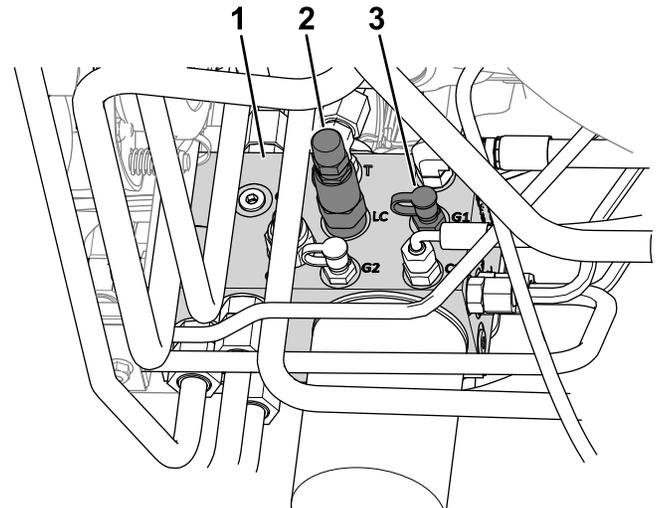

図 23
4. テストポートG1 というラベル 図 23を参照に圧力計を取り付ける。
5. 昇降マニホールドの側面で、テストポートG1 というラベル 図 23を参照についているキャップを外す。
6. 重量移動スプールLC というラベル 図 23を参照についているジャムナットをゆるめる。